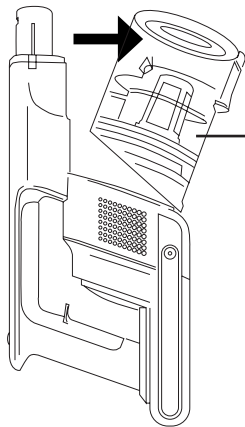

Fig.3
- Extraer el depósito de polvo estirando hacia fuera sin necesidad de presionar ningún botón. (Fig. 3).